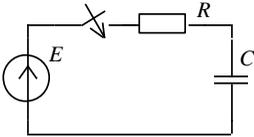

Рис. 4.1
2.1. Для схемы (рис. 4.1) найти напряжения на элементах R и C и начертить их графики. Определить постоянную времени  $\tau$ . При расчетах принять  $R = 24 \text{ кОм}$ ,  $C = 8000 \text{ пФ}$ ,  $E = 2 \text{ В}$ .